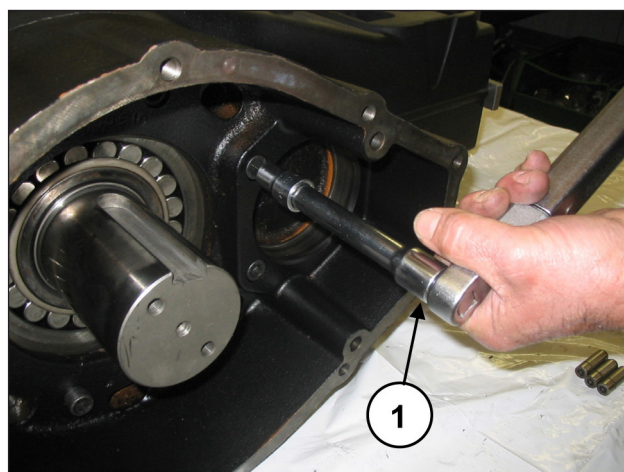

Fig. 48
Tarare le viti con chiave dinamometrica (pos. ①, Fig. 48) come indicato nel capitolo 3.